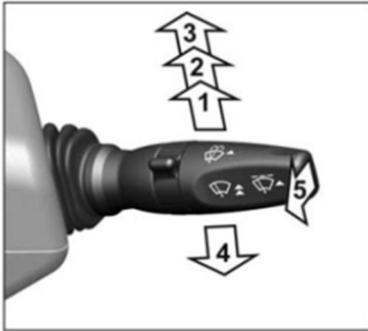

Рис. 5.8 Положения рычага переключателя стеклоочистителя и стеклоомывателя
5 – рычаг переключателя стеклоочистителя (см. Рис. 5.8);
- перевести ключ замка зажигания в положение **I** (рис. 5.8), двигатель не запускать;